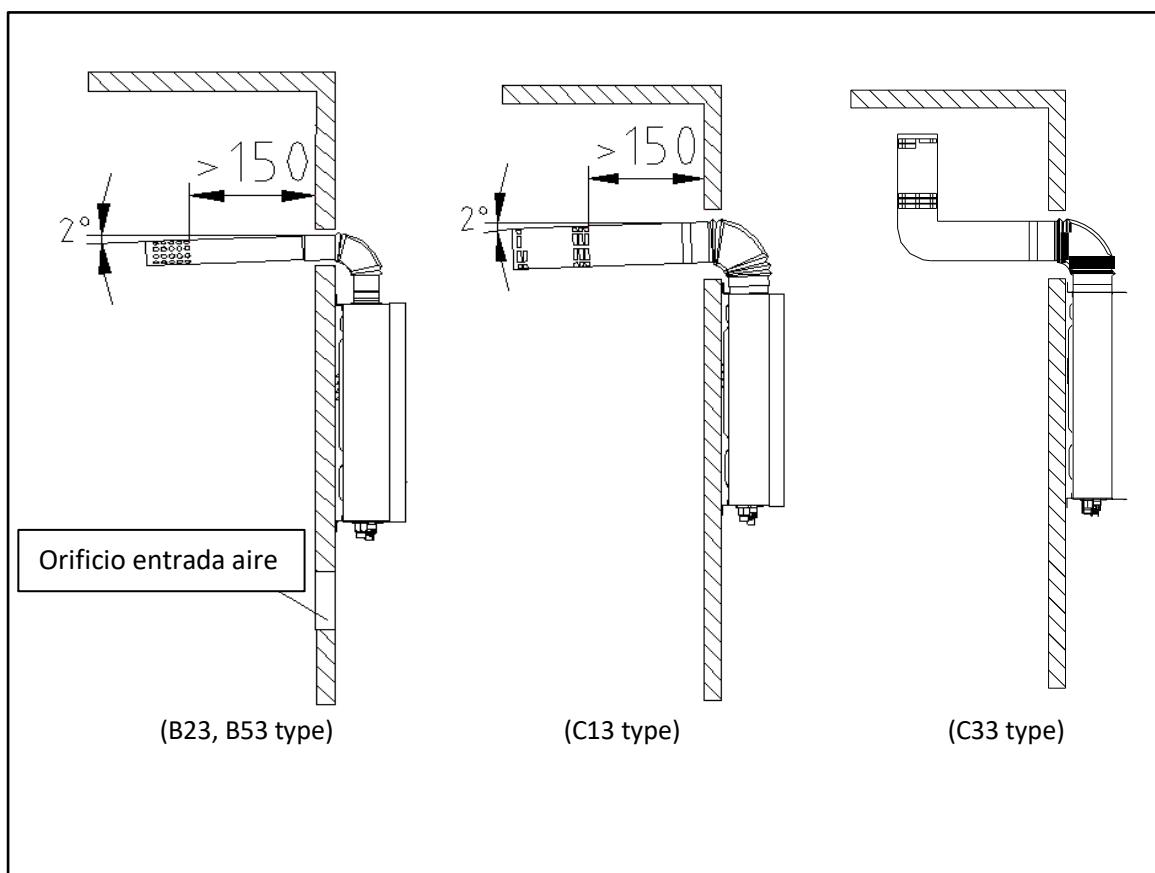

Fig. 11
(1) Utilice la chimenea suministrada por nuestra empresa, refiriéndose a la Fig. 11 sobre el método de instalación. Si el conducto de humos es demasiado corto, puede extenderlo adecuadamente. Revise el conducto de humos y vea si hay algún daño o fuga cada medio año.
(2) La longitud del conducto de humos debe ser inferior a 8 m.
(3) La distancia horizontal del conducto de humos es la más corta, mejor. El extremo del conducto de humos debe tener una inclinación de 20 hacia abajo (Fig. 11), para permitir que el agua de condensación salga.
(1) Utilice la chimenea suministrada por nuestra empresa, refiriéndose a la Fig. 11 sobre el método de instalación. Si el conducto de humos es demasiado corto, puede extenderlo adecuadamente. Revise el conducto de humos y vea si hay algún daño o fuga cada medio año. Instale la chimenea después de que el cuerpo del calentador esté fijo. Primero, coloque el conducto fijo a través del orificio en la pared, luego inserte el codo en la salida de escape del calentador de manera suave, el extremo del tiro debe tener una inclinación hacia abajo de 2 ° (Fig. 11), de lo contrario, la corriente puede fluir hacia el calentador y dañarlo.
(2) La longitud del conducto de humos debe ser inferior a 4 m, y el número de codos no debe ser superior a 4 (un codo equivalente a 1 m de tubo recto).